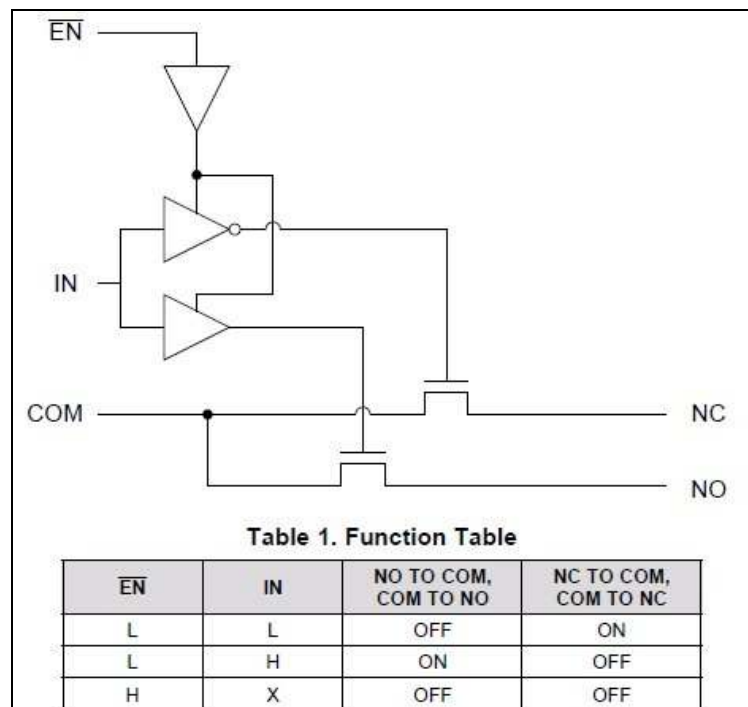

図 1: TS3A5018 のブロック図と機能表
- 下図 1 に TS3A5018 のブロック図(各チャネル)と機能を示します